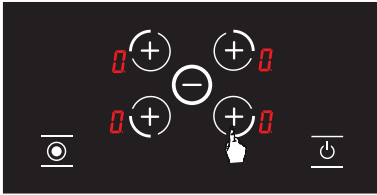

Рисунок 9
2. Нажмите нужную кнопку выбора конфорки один раз. При первом нажатии отобразится значок **0**. (см. Рис. 9)